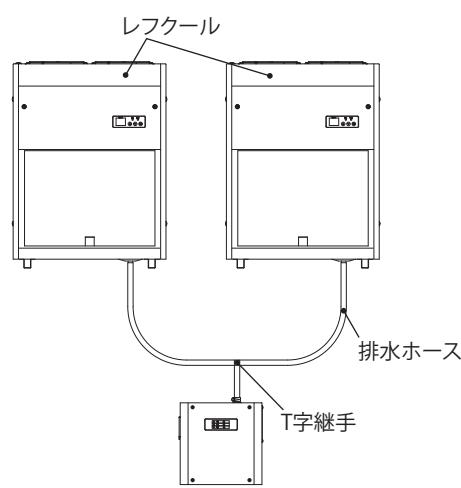

図6
- レフクールを複数台接続する場合は、T字継手などを使用して排水ホースをドレン入水口に接続してください。(図6)